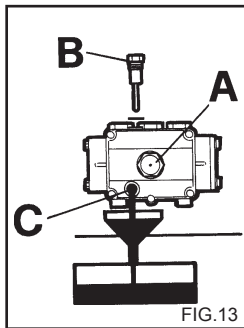

FIG.13
- Периодически проверяйте масло в насосе высокого давления с помощью смотрового окошка (рис. 13А) или шупа (рис. 13В). Если масло приобрело молочный цвет, немедленно обратитесь в один из наших технических центров.
1. Открутите пробку отверстия для слива масла, расположенную внизу насоса (рис. 13С)
2. Открутите пробку с шупом (рис. 13).